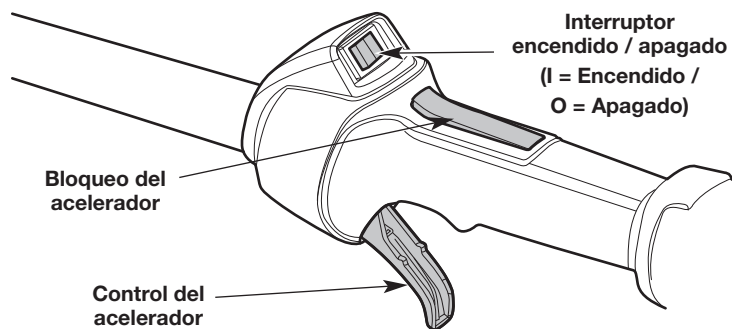

Fig. 10
NOTA: No hay necesidad de encender la unidad. El interruptor de Encendido/Apagado debe estar en la posición **Encendido (I)** en todo momento (Fig. 10).
NOTA: **NO** apriete el control del acelerador hasta el paso 8 (Fig. 10).
8. Oprima y mantenga apretado el bloqueo del acelerador (Fig. 10). Apriete el control del acelerador según sea necesario para el funcionamiento (Fig. 10).
2. Oprima y no suelte el interruptor de control de Encendido y Apagado en la posición **Apagado (O)** hasta que el motor se detenga por completo (Fig. 10).